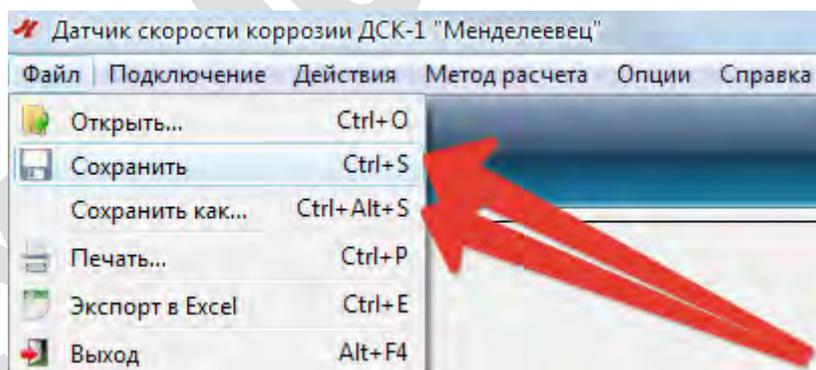

Рисунок 37 – Подпункты меню «Файл» - «Сохранить» и «Сохранить как»
3.13.2 Существует возможность указать требуемый тип разделителей: точки с запятой или запятое (рисунок 37) для разных региональных настроек операционной системы ПК.